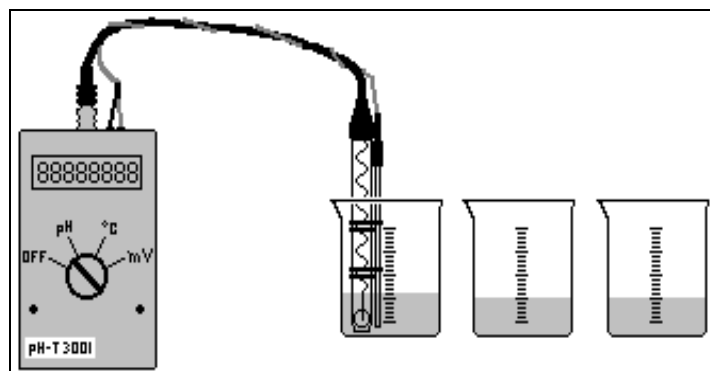

Figura 1
2. Retire la cubierta protectora de la celda del medidor de pH e introdúzcala en la disolución de 0.001 [M], procurando que la punta del electrodo quede completamente sumergida dentro del líquido (como se muestra en la figura 1). Agite ligeramente el electrodo para desalojar las burbujas de aire que hayan quedado retenidas en la punta. Seleccione con ayuda de la perilla el pH y enciéndalo.